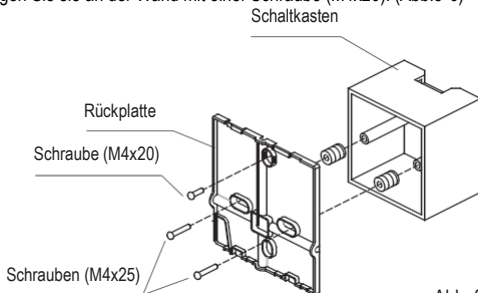

Abb. 3-6
- Bei Unterputzmontage befestigen Sie die Rückplatte am Schaltkasten mit 2 Schrauben (M4x25) und befestigen Sie sie an der Wand mit einer Schraube (M4x20). (Abb.3-6)